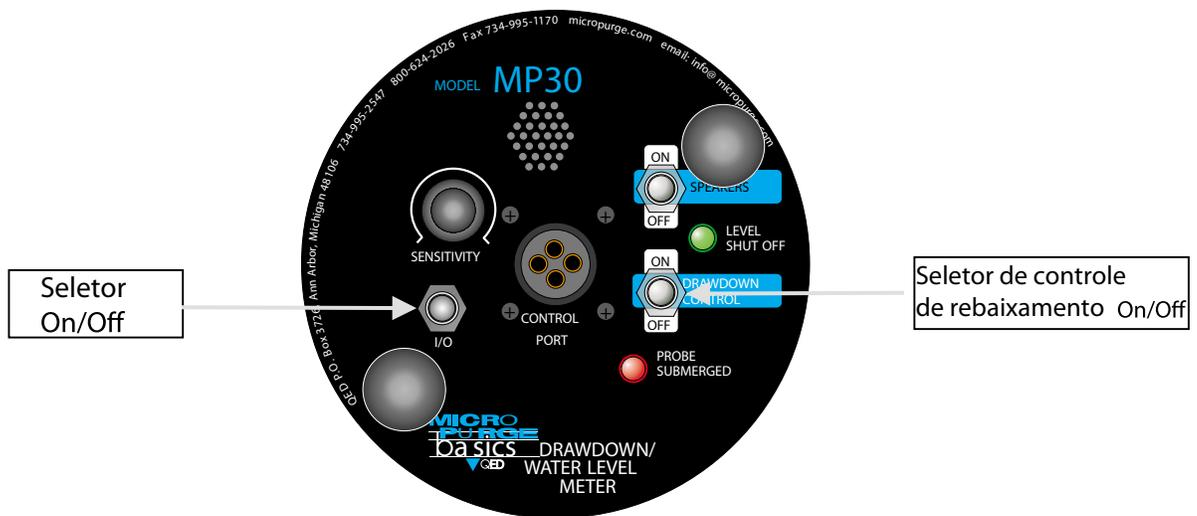

Figura 1
1. Determine o nível estático de água com a potência do medidor de rebaixamento MP30 voltada para a posição "ON" e o modo de Controle de Rebaixamento na posição "OFF" (Veja a Figura 1).